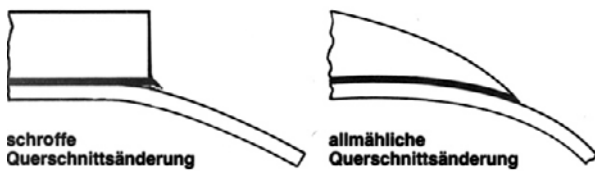

Bild 10: Querschnittsänderungen
- Sprunghafte Querschnittsänderungen an höherbeanspruchten Lötstellen vermeiden (siehe Bild 10).